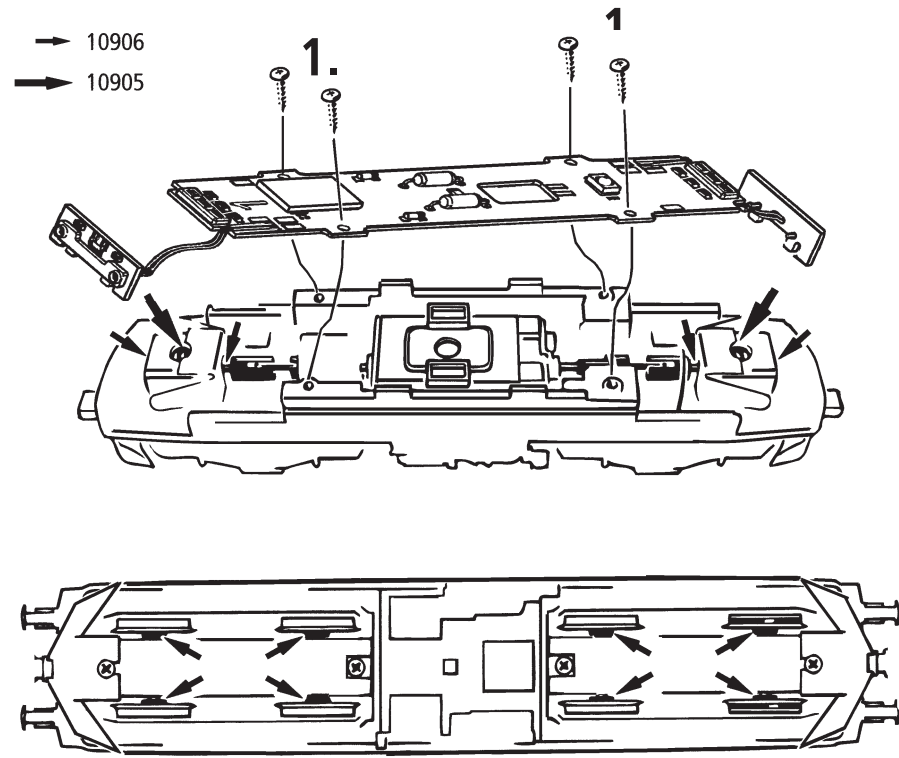
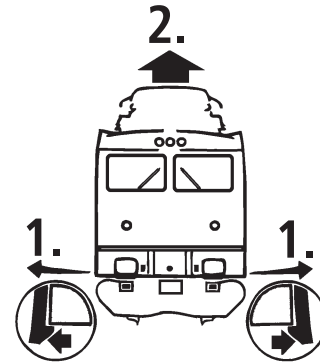

Fig. 7
Fig. 4
**3. Haftreifenwechsel:** Zuerst den Getriebedeckel abnehmen (Fig. 4). Danach den **Radsatz** herausnehmen und die **Haftreifen** mit einer Nadel od. mit einem feinen Schraubendreher abziehen (Fig. 7). Beim Aufziehen der neuen Haftreifen darauf achten, dass diese sich nicht verdrehen.
**3. Change of traction tyre:** Remove the gear cover (fig. 4). Take out **wheel set** and remove **traction tyre** using a pin or a fine screwdriver (fig. 7). When pressing on the new traction tyre please **avoid twisting it**.
**3. Byte av slirskydd:** Väkel lådskåpa (fig. 4). Tag sedan ur hjulaxlarna och dra av slirskydden med hjälp av en liten skruvmejsel. Vid påsättning av nya slirskydd - kontrollera att dessa sitter slät på hjulen fig. 7.